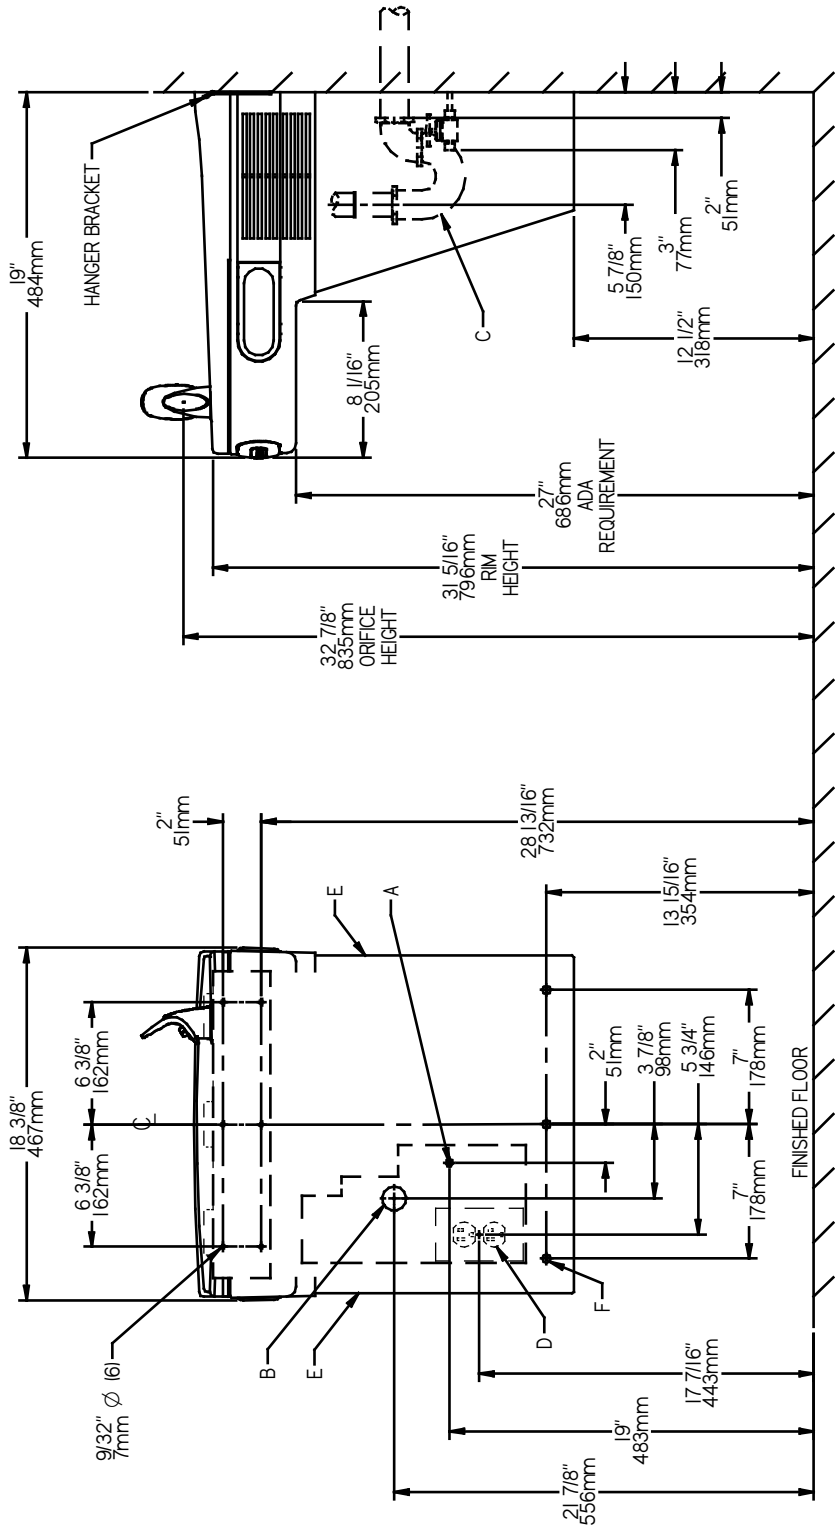

FIG. 2
- 1) Remove hanger bracket fastened to back of cooler by removing one (1) screw.
- 2) Mount the hanger bracket as shown in Figure 2.
- 3) Hang the cooler on the hanger bracket. Be certain the hanger bracket is engaged properly in the slots on the cooler back as shown in Figure 2.
- 4) Remove the four (4) screws holding the lower front panel at the bottom of cooler. Remove the front panel by pulling straight down and set aside.
- 1) Retire el soporte fijador que se encuentra conectado a la parte posterior del enfriador sacando un (1) tornillo.
- 2) Monte el soporte fijador de la manera descrita en Fig. 2.
- 1) Retirez le support de suspension fixé au dos du refroidisseur en retirant une (1) vis.
- 2) Montez le support de suspension comme indiqué dans la figure 2.
- 3) Pendez le refroidisseur au support de suspension. Assurez-vous que le support est correctement inséré dans les emplacements au dos du refroidisseur, comme indiqué dans la figure 2.
- 4) Retirez les four (4) vis maintenant en place le panneau frontal au bas du refroidisseur. Retirez le capot inférieur en tirant vers le bas et mettez-le de côté.